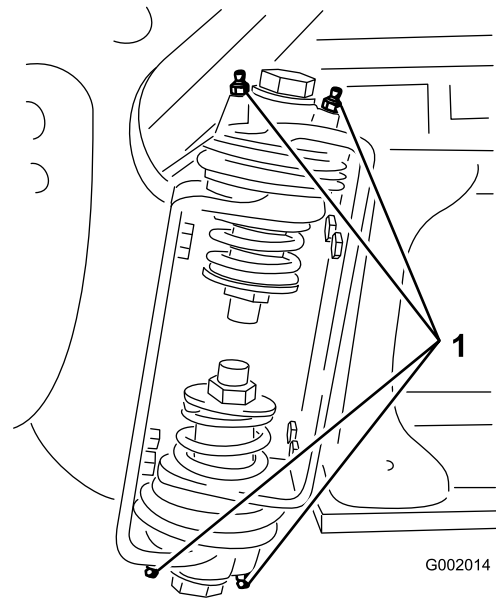

Figure 68
- Injectez la graisse dans le roulement ou la bague au niveau de chaque graisseur (Figure 68).